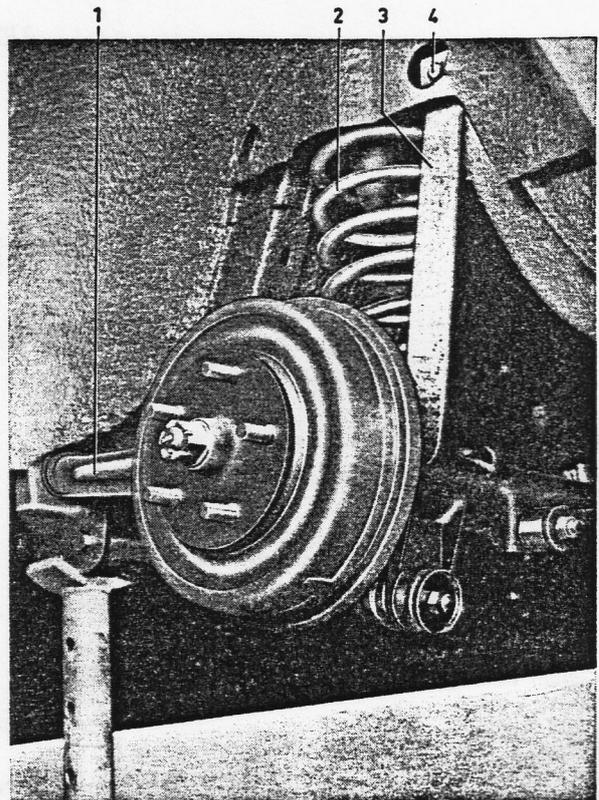
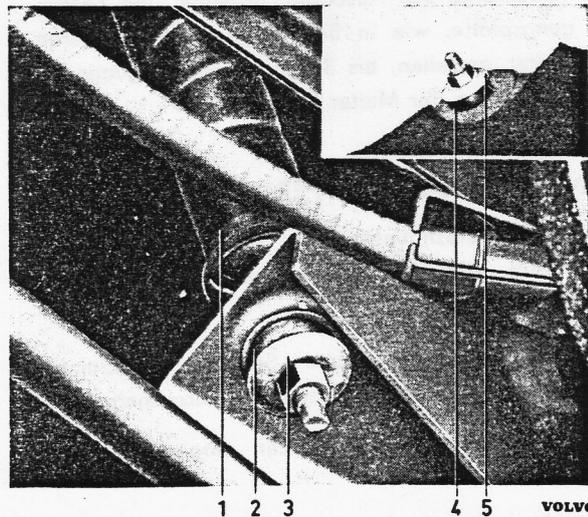

Bild 9-3. Hinterfeder
Bild 9-5. Befestigung des hinteren Stossdämpfers
4. Untere Stossdämpferbefestigung (Bild 9-5) und obere Befestigung für Stossdämpferband (Bild 9-3) an beiden Seiten lösen. Vordere Tragarmbefestigung etwas lösen.
Zwischen jedem Tragarm und der Karosserie ist ein Stossdämpferband (3, Bild 9-3) eingebaut. Diese Bänder
1. Obere Befestigungsmutter, Scheibe und Gummibuchse vom Kofferraum aus entfernen, siehe Bild 9-5.